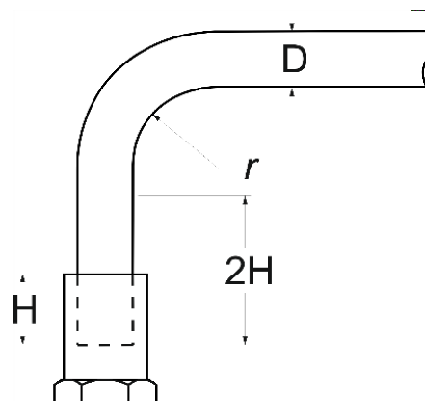

Рис. 1
- Трубка должна быть вставлена в фитинг полностью, то есть установлена в фитинг до упора в гильзу на всю монтажную длину «Н» (рис.1). Монтажная длина и требуемое усилие монтажа зависят от размеров трубки и конструкции фитингов. Для контроля, можно нанести на трубку контрольные метки.